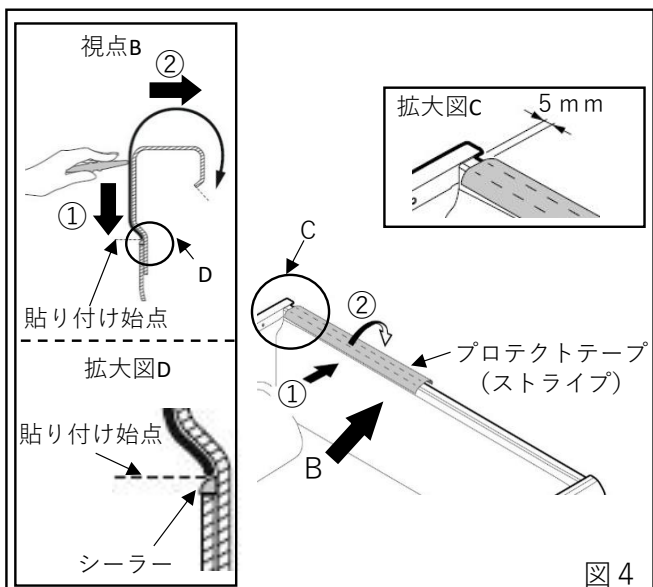

図 4
5. 図4に従い、荷台前側の左端から5mmの位置でプロテクトテープ（ストライプ）を①⇒②の順に貼り付けスキージで圧着（49N（5kgf）以上）する。